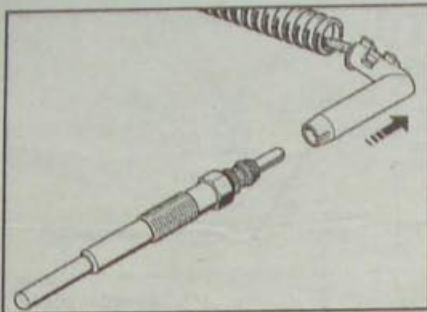

Рис. 4.50. Отсоединение разъема от свечи накаливания
- Отсоедините электрические разъемы от свечей накаливания (рис. 4.50).